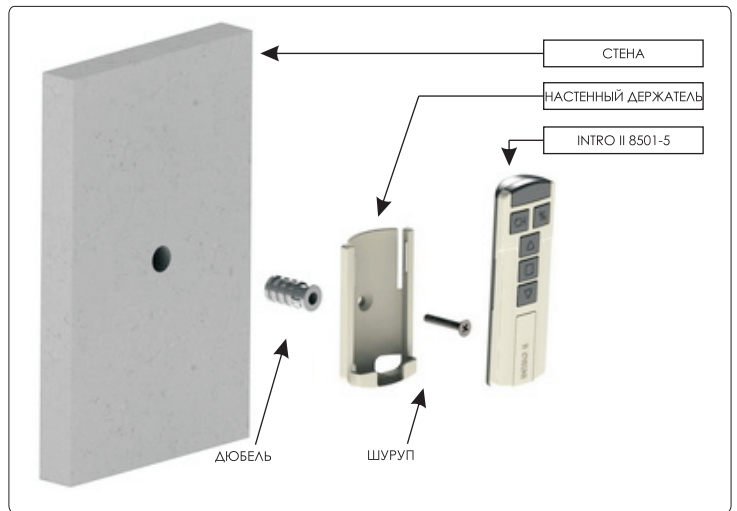

Рисунок 4 Монтаж устройства Intro II 8501-5
- прикрепить настенный держатель шурупом к стене (см. рисунок 4);